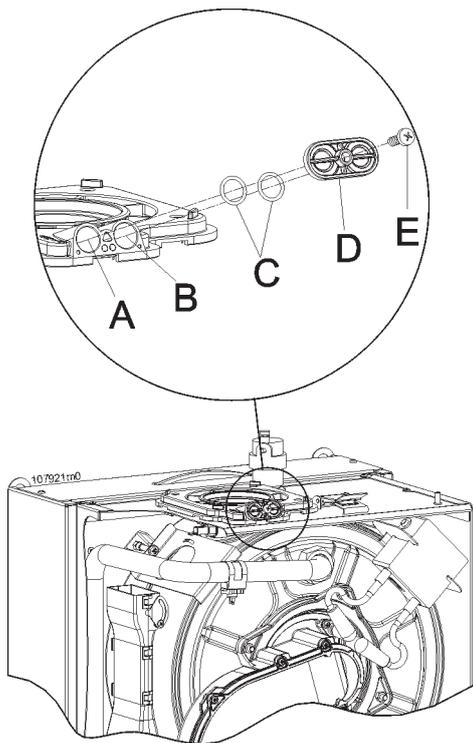

Figura 29 - Prese di analisi combustione
- collegare un analizzatore di combustione nella apposita presa sul raccordo di scarico fumi "B" di figura 29;